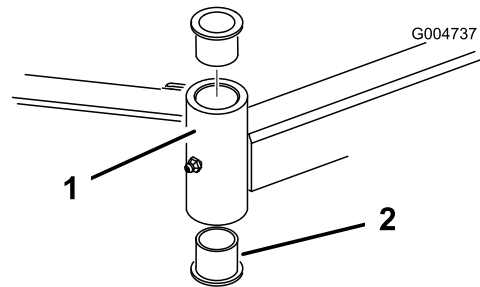

Figura 79
4. Inserte un botador fino en la parte superior o inferior del tubo de montaje y dé golpes hasta retirar el casquillo del tubo (Figura 79). Retire también el otro casquillo del tubo. Limpie el interior de los tubos para eliminar toda suciedad.